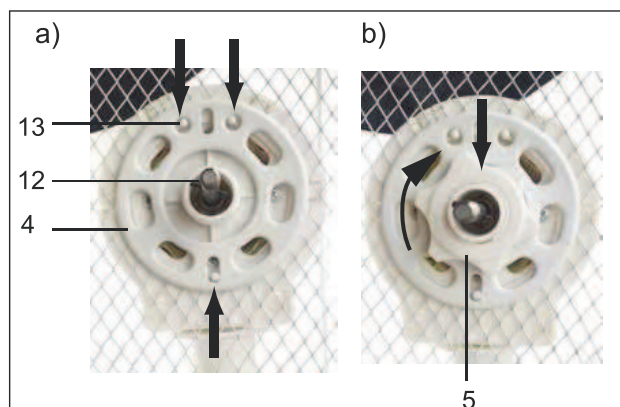

Fig.38: Montaggio griglia di protezione posteriore
4. Inserire la griglia di protezione posteriore (4) sull'asse (12) e sui perni di centraggio (13) del blocco motore. Vedere Fig. 38 a).
5. Inserire il dado esagonale (5) sull'asse davanti alla griglia di protezione posteriore e serrare in senso orario. Vedere Fig. 38 b).